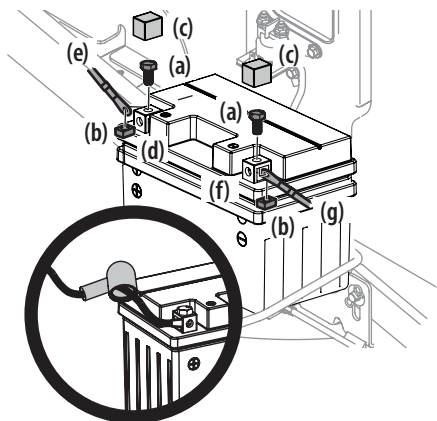

Figure 12
1. Retirez les boulons hexagonaux (a) et les écrous carrés (b) situés à l'extrémité du faisceau de fils électrique ou dans le sac avec ce manuel. Gardez la quincaillerie pour utilisation ultérieure. Voir Figure 12.
2. Enlevez le couvercle en plastique (c), si équipé, de la borne positive (d) de la batterie et attachez le câble rouge (e) à la borne positive (b) de la batterie avec le boulon (a) et l'écrou carré (b) retirés à l'étape 1. Utilisez un tournevis Philips. Voir Figure 12.
3. Enlevez le couvercle en plastique (c), si équipé, de la borne négative de la batterie (f) et attachez le câble noir (g) à la borne négative de la batterie (f) avec le boulon (a) et l'écrou carré (b). Voir Figure 12.
4. Placez la gaine en caoutchouc rouge au-dessus de la borne positive de la batterie pour aider à la protéger contre la corrosion. Voir encadré de la Figure 12.